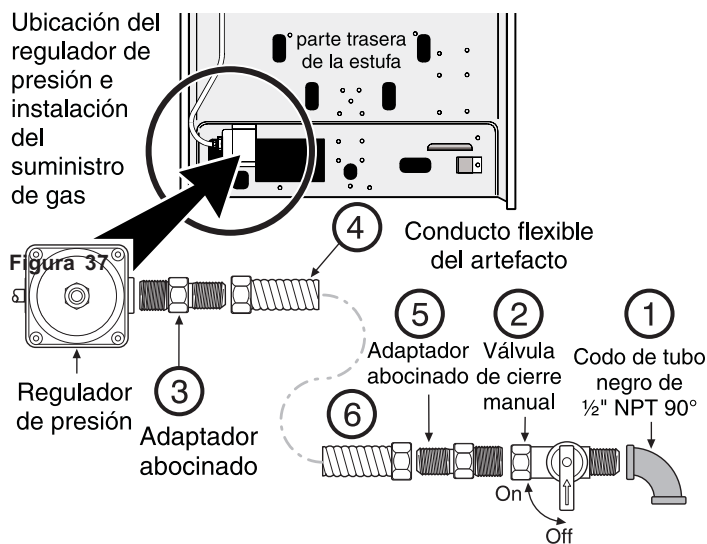

Fig. 33
Esta estufa ha sido ajustada para funcionar a una presión de 4" (columna de agua) del gas natural en el colector. Un regulador de presión ha sido conectado al colector y DEBE ser conectado en serie con la tubería de suministro de gas (Consulte la Fig. 33).
- 1.) Instale un codo de tubo negro de 1/2" NPT 90° al tubo corto de suministro del gas (Ver Fig. 33)
- 2.) Instale una válvula externa de cierre del gas (manual) en la tubería de suministro del gas en una ubicación de fácil acceso, fuera de la estufa. Asegúrese de estar informado como y donde se cierre el suministro de gas a la estufa (Fig 33).
- 3.) Instale un adaptador abocinado* en el regulador de presión del gas (Fig. 33).
- 4.) Instale el conducto flexible del artefacto en el adaptador abocinado en el regulador de presión (Fig 33).
- 5.) Instale un segundo adaptador abocinado* en la válvula de cierre externa manual (Fig 33).
- 6.) Instale el conducto flexible del artefacto en el adaptador abocinado en la válvula de cierre (Fig 33).